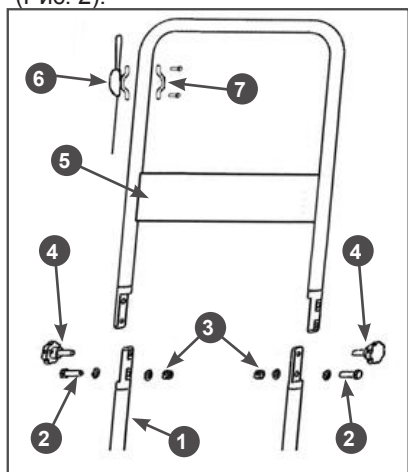

Рис. 2 Установка рабочей рукоятки
1. Совместите концы нижней 1 и верхней 5 части рабочей рукоятки, как показано на Рис. 2.
2. Вставьте в нижние отверстия болты 2 и закрепите их гайками 3 (Рис. 2).
3. В верхние отверстия вставьте винты-барашки 4 и закрутите их до упора (Рис. 2).